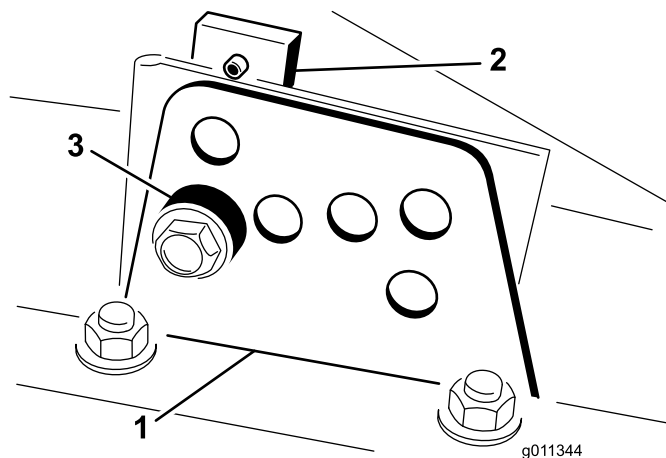

図 18
2. 各刈り高ブラケットを刈り高プレート前と右と左に固定しているボルトをゆるめる 図 18。